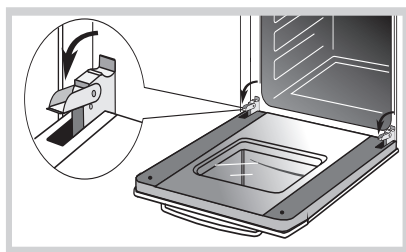

Рис.32
- поднимите и поверните до упора рычаги, расположенные на двух шарнирах (рис. 32),